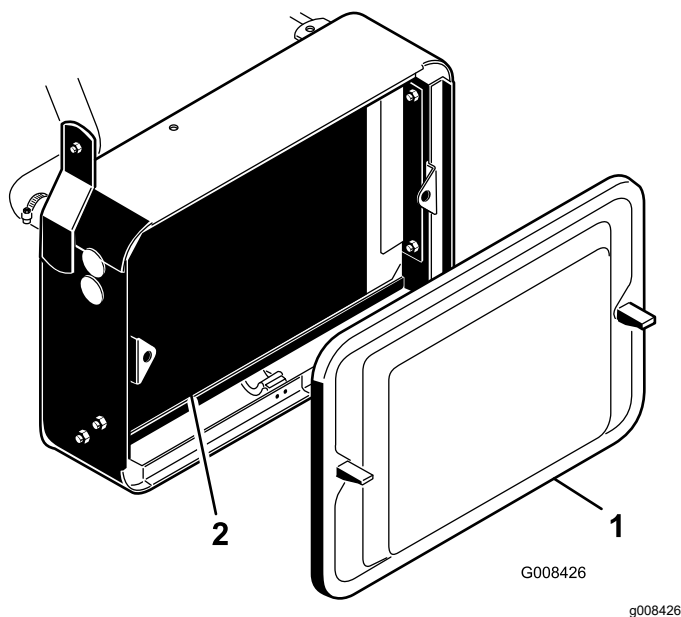

Figura 44
1. Îndepărtați ecranul radiatorului (Figura 44).